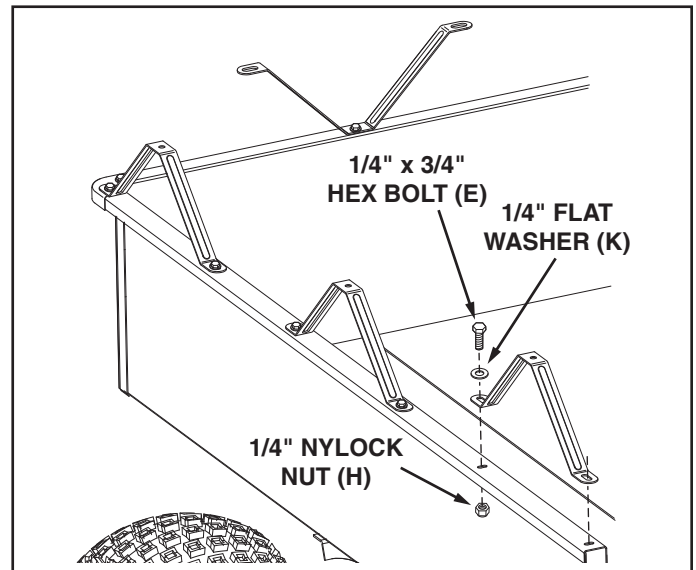

FIGURE 14
29. Assemble seven rail braces to the top flange on the sides and the front of the cart bed. Use thirteen 1/4" x 3/4" hex bolts (E), 1/4" flat washers (K) and 1/4" nylock nuts (H). **Do not tighten yet.** See figure 14.
29. Monter sept support de rambarde (17) sur le rebord supérieur des parois latérales et avant du chariot. Utiliser treize vis hexagonales de 1/4 x 3/4 po (E), rondelles plates de 1/4 po (K) et écrous à frein élastique de 1/4 po (H). **Ne pas serrer les boulons à ce stade**. Voir la figure 14.